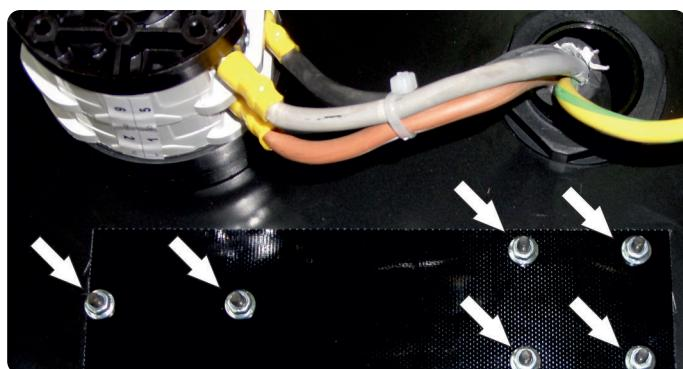

Fig. 3
- ◆ Retire la placa situada en el panel trasero y fijada con 6 tornillos M3 y las correspondientes tuercas indicadas en la fig.3.